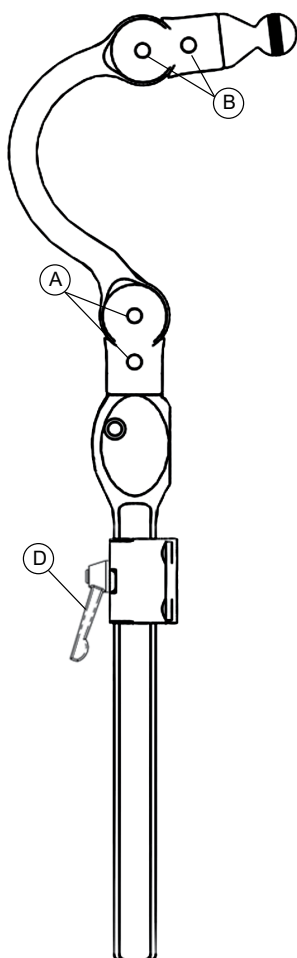
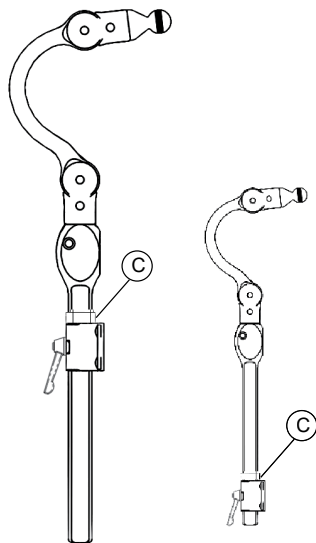

Fig. 1
Fig. 2
1. Monter som vist i Fig. 1.
1. Vertikalt – løsne hendelen (Fig. 1, D) og juster til riktig høyde, tilpass deretter sikkerhetsringen (Fig. 2, C). Den vertikale stangen kan roteres for å justere vinkelen på puten/festeplaten.
2. Dybde- og vinkeljustering - løsne de tre justeringsskruene (Fig. 1, A og B) for å justere dybden og vinkelen. Bemerk deg vinkeljusteringen som er vist i Fig. 3.
1. Åpne dekslet som dekker leddet (Fig. 2, B). Sett T-håndtaket eller kulen under kanten, og skyv den opp og ut. Se Fig. 1. Indekspin på anti-rotasjonsringen (Fig. 1, C) passer inn i sporet øverst på det avtakbare festet (Fig. 1, D) for å hindre rotasjon.